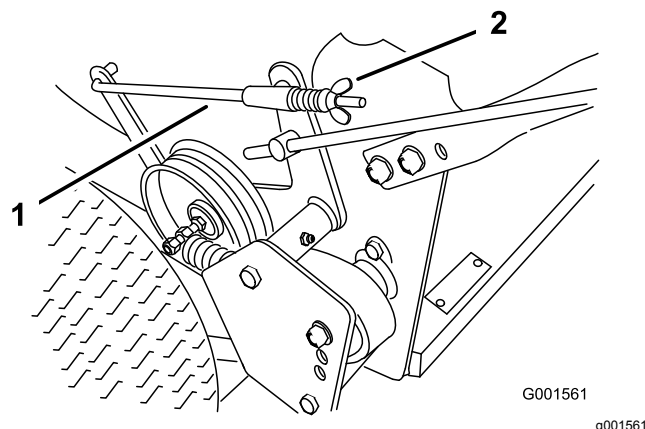

Figure 36
3. Pour régler les freins, tournez les écrous à oreilles sur les tiges de freins (Figure 36).